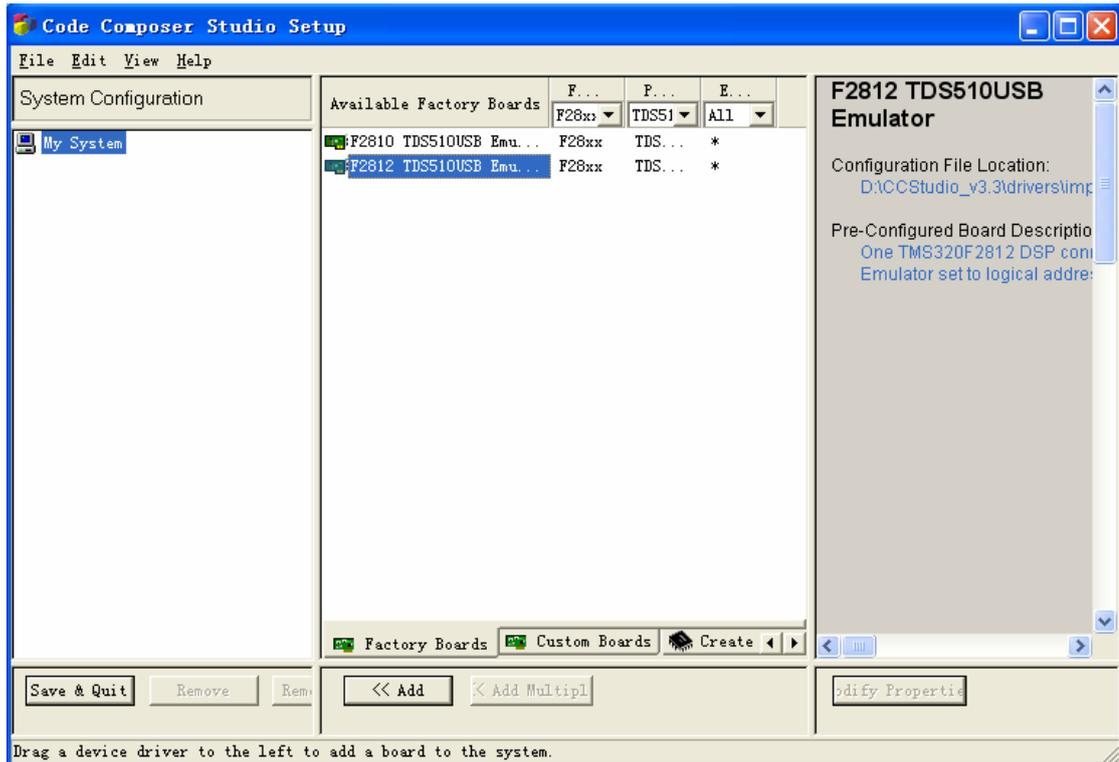

图 14
2. 在Platform选择列表中选TDS510USB emulators, 在Family选择列表中选择您的目标板芯片所属的类型，例如DSP型号为F2812，选择F28xx，设置好如图14所示。